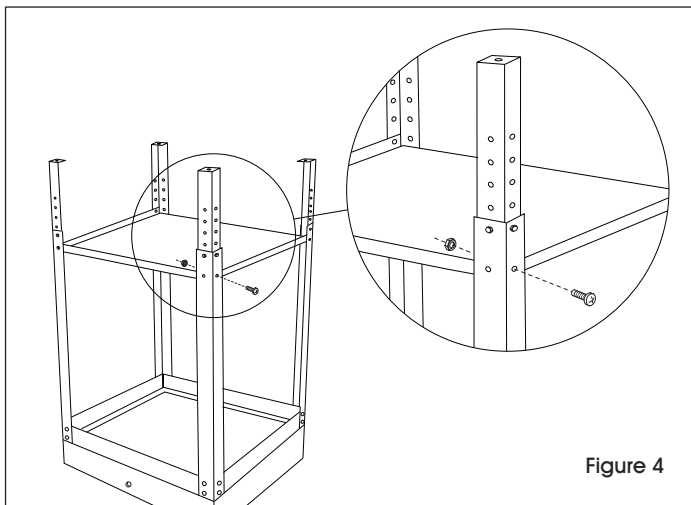

Figure 4
5. Fixez la tablette inférieure aux pattes à l'aide de 4 boulons longs et 4 écrous. Les boulons doivent traverser les pattes, les pieds réglables et la tablette. (Voir Figure 4)